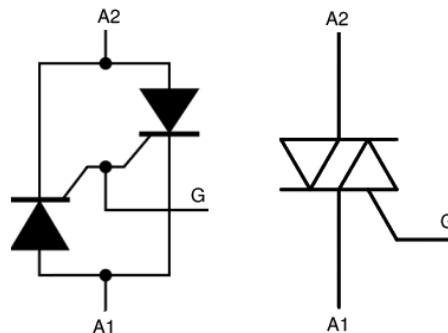

Bild 1.11: Prinzipschaltung und Schaltzeichen eines Triac
8. **Triac** ist eine englische Abkürzung für „Triode for Alternating Current“. Es handelt sich um ein Halbleiterbauelement, das vom Prinzip her eine Antiparallelschaltung von zwei Thyristoren darstellt (Bild 1.11) und so in der Lage ist, Wechselstrom zu schalten. Ein Triac hat eine Steuerelektrode G (Gate) und zwei Hauptelektroden A1 und A2, wobei eine davon in der Regel eine direkte Verbindung mit dem Gehäuse hat. Damit für die beiden Thyristoren ein Steueranschluss ausreicht, sind in Triacs zwei Zündstrecken integriert, damit er mit positivem und negativem Steuerimpuls in den niederohmigen Zustand geschaltet werden kann.